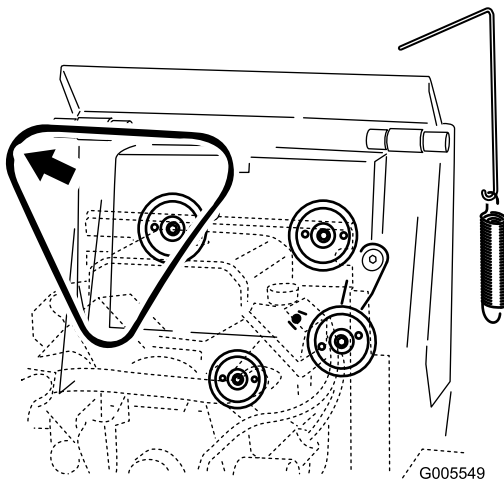

Bild 49
5. Nehmen Sie den Riemen von den drei Scheiben ab (Bild 49).